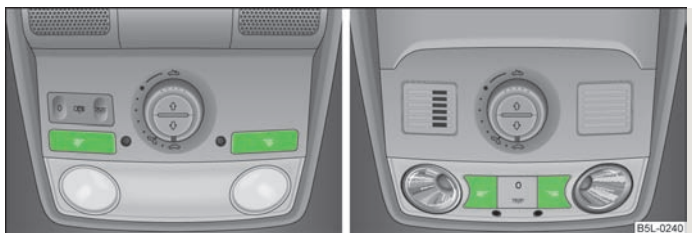

Fig. 31 Lamparitas de lectura
- Pulsar el interruptor  o  » fig. 31 para conectar y desconectar las luces de lectura.